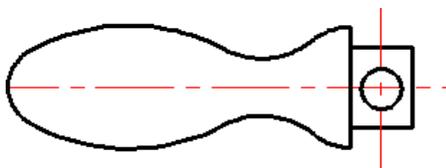

图 17.4.14 绘制第 5 个圆
Step13. 绘制第 5 个圆，如图 17.4.14 所示。
(1) 切换图层。在“图层”工具栏中，选择“轮廓线层”图层。
(2) 在命令行中输入字母 C 后按 Enter 键，捕捉水平中心线和垂直中心线的“交点”并单击，在命令行中输入字母 D 后按 Enter 键，输入直径值 10 后按 Enter 键。